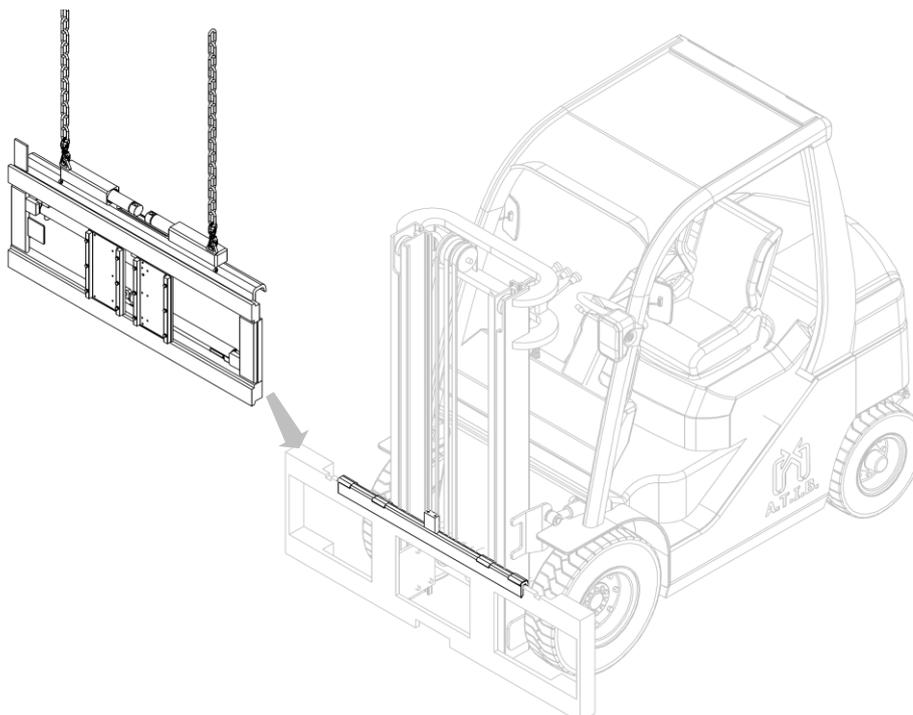

Figure 8
7. Accrocher l'équipement au point de préhension supérieur et, à l'aide d'un pont roulant ou d'un palan d'une portée suffisante, le placer sur la plaque porte-fourche, en prenant soin de le positionner correctement (voir Figure 8).